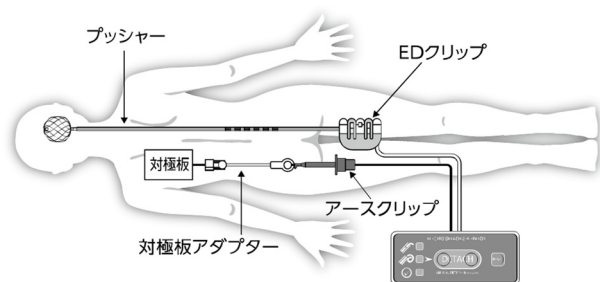
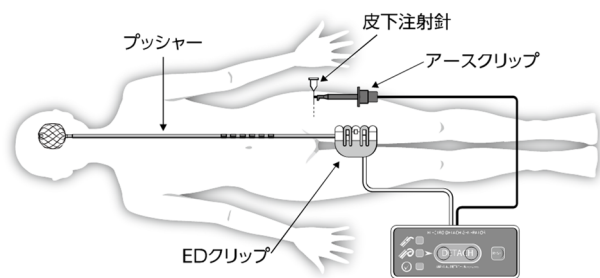

図 4. 対極板を使用する場合の接続様式概略図
図 5. 皮下注射針を使用する場合の接続様式概略図
②マイクロカテーテルのハブに Y アダプターを取り付け、Y アダプターのサイドポートから加圧バックにより加圧されたヘパリン加生理食塩液を持続灌流させる。
③マイクロカテーテルを目的の血管まで挿入する。
④離脱装置の POWER ON リボンを引き抜き、電源を入れる。
⑤離脱装置に予め接続されている対極板アダプターと対極板のコードを接続する。（図 4）
患者側アースに皮下注射針を使用する場合は、離脱装置のアースクリップ（黒）に予め接続されている対極板アダプターを外し、アースクリップ（黒）を皮下注射針に接続する。（図 5）
4. (3)本品の挿入②においてコイル（フレームタイプ）とプッシャーが接触している場合は使用しないこと。[コイル（フレームタイプ）が患部に正常に留置されていない状態で緑ランプが点灯し、誤離脱させるおそれがある。]
5. X線透視下でマイクロカテーテルの第2マーカー（手元側）とプッシャーの造影マーカー後端が重なっているにも関わらず、離脱装置の赤ランプが緑ランプに変わらない場合は、図4又は図5の各接続部を確認すること。接続に異常が無い場合は、本品の不具合の可能性があるため、本品を交換すること。